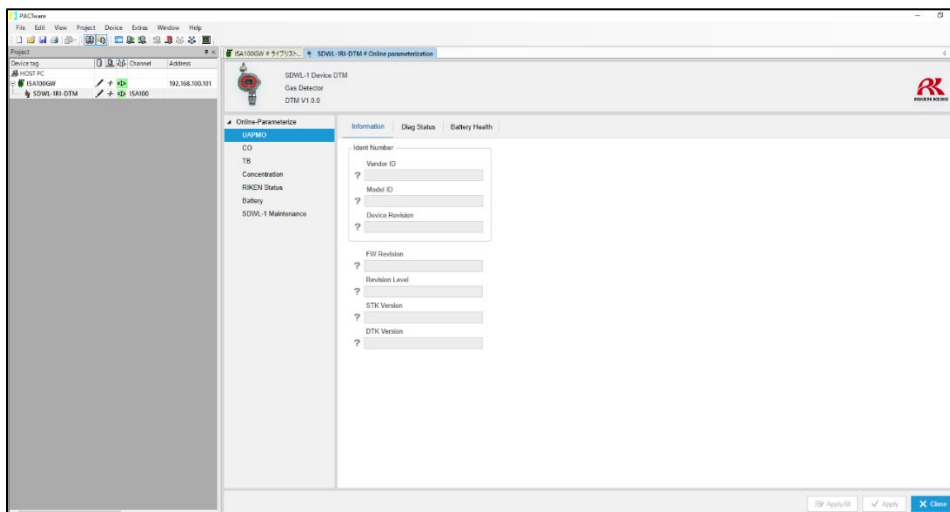

図 5-35 オンライン画面
- ⑭ DTM の起動が完了すると、下図 5-35 の画面が表示され自動でパラメータ読み込みが開始されます。以後、パラメータの確認や設定等が行えるようになります。